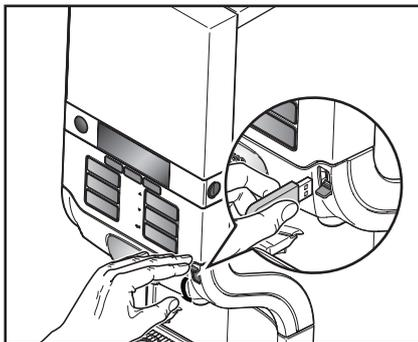

Fig. 29
- Inserire la chiave USB fornita in dotazione nella presa USB dell'apparecchio (fig. 29).